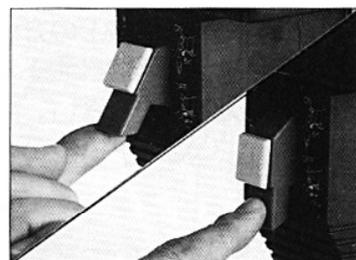

図13-2
- (2) スイッチは、手前に引くとON、押すとOFFです。図13-2
- (3) スイッチをONにし、スイッチキーを抜いてもモーターは回っています。スイッチキーがなくてもOFFにはできますが、ONにはできません。